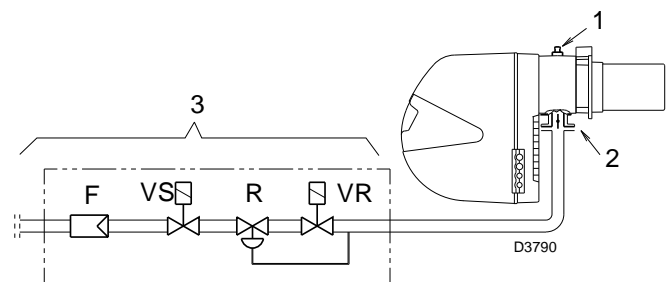

Fig. 18
Presión del gas medida en la toma 1)(Fig. 18), con cámara de combustión en 0 mbar.
Pérdida de carga válvula de mariposa del gas 2)(Fig. 18) con abertura máxima: 90°.
Pérdida de carga rampa de gas 3)(Fig. 18) comprende:
- restar a la presión del gas en la toma 1)(Fig. 18) la presión de la cámara de combustión.
$$\begin{aligned} \text{Presión de gas en la toma 1)(Fig. 18)} &= 14,1 \text{ mbar} \\ \text{Presión en la cámara de combustión} &= 2 \text{ mbar} \\ 14,1 - 2 &= 12,1 \text{ mbar} \end{aligned}$$
En cambio, para conocer la presión de gas necesaria en la toma 1)(Fig. 18), una vez fijada la potencia MÁX a la que se desea que funcione el quemador:
- Leer a la derecha, columna 1, la presión en la toma 1)(Fig. 18).
presión necesaria para la toma 1)(Fig. 18).